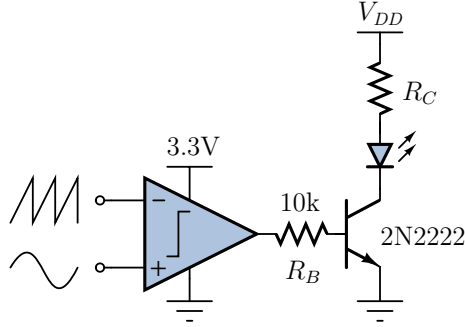

Figura 12: Circuito para simulación en LTSpice.
7. Implemente el circuito de la figura 12 en LTSpice. Utilice fuentes de voltaje ideales para generar la señal de audio (sinusoidal) y la señal triangular. Considere una señal de entrada sinusoidal de 1 kHz y una señal triangular de 25 kHz, ambas con la misma amplitud. Puede utilizar un comparador ideal, pero asegúrese que su salida sea de amplitud 3.3V.